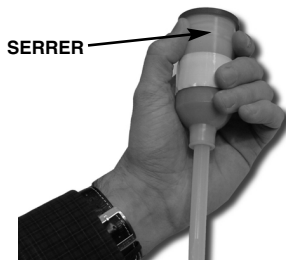

Figure 3
4. Vérifiez la tige de mélange pour vous assurer qu'elle n'est ni trop serrée, ni trop desserrée. Pour faire cela, tenez la cartouche avec le bouchon de l'extrémité rouge vers le haut et serrez la cartouche dans la zone autour du piston. Cela maintiendra le piston en place. Voir la figure 3. Tournez légèrement dans le sens anti-horaire pour desserrer, puis dans le sens horaire pour resserrer bien en place.